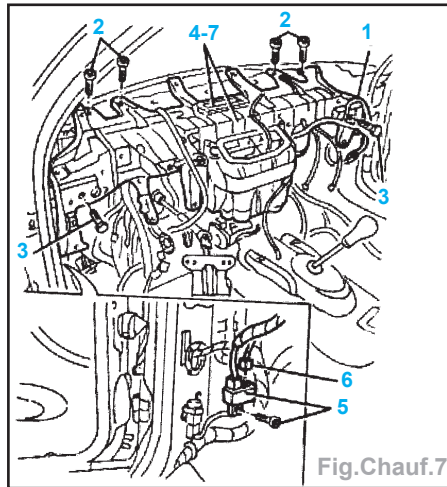

Fig.Chauf.7
- Libérer les fixations de câblages (1 et 6), déposer les vis (2 et 3), écarter légèrement la traverse du climatiseur et déposer la vis (5) et l'ensemble traverse-climatiseur (Fig.Chauf.7).